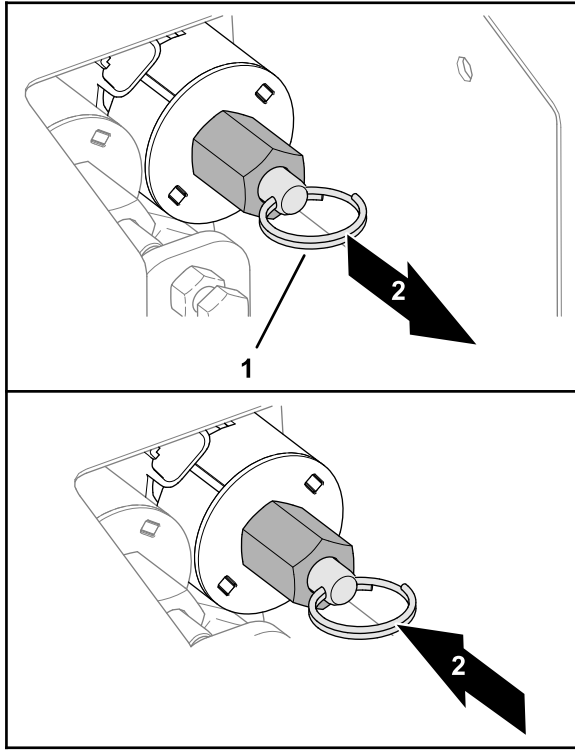

図 31
- ホッパー 図 31 を下降させるには、バルブシステムのリングを引っばります。
- ホッパー 図 31 を上昇させるには、バルブシステムのスプリットリングを押し込みます。